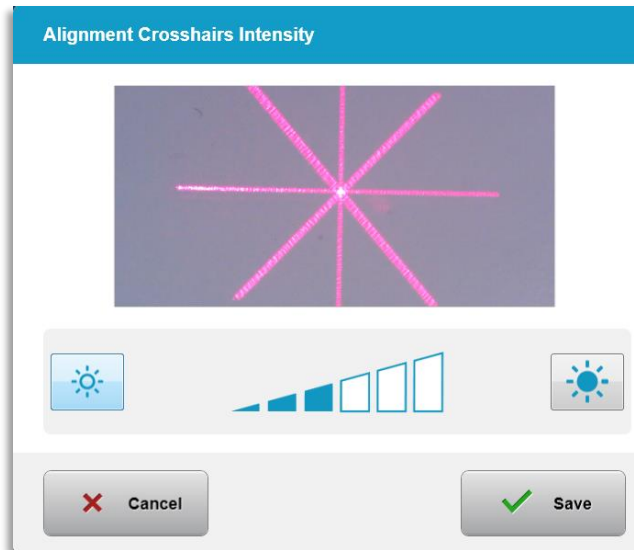

Abbildung 3-55. Fadenkreuz-Intensität Ausrichtung
- Wählen Sie im Menü „Systemeinstellungen“ (System Settings) die Option „Ausrichtungsfadenkreuz-Intensität“ (Alignment Crosshairs Intensity), um die Helligkeit der Ausrichtungsfadenkreuze zu ändern. Es wird der in Abbildung 3-55 veranschaulichte Bildschirm angezeigt.